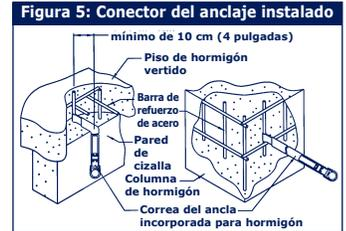

Figura 5: Conector del anclaje instalado
3.2 INSTALACIÓN DEL ANCLA INCORPORADA PARA HORMIGÓN: Los tres modelos de conectores de anclaje se instalan de la misma manera. Seleccione una ubicación para el anclaje que le brinde la mejor seguridad posible al usuario. Una vez que se ha vertido y se ha fraguado una sección de la columna de hormigón o una pared de cizalla, coloque el extremo del bucle del ancla para hormigón sobre una sección expuesta de la barra de refuerzo de acero. La barra de refuerzo de anclaje debe estar por lo menos a 10 cm (4 pulgadas) del lado exterior del hormigón fraguado. Una vez que el ancla para hormigón está en su lugar, se puede continuar con las matrices del piso o de la columna. Para asegurarse del anclaje para hormigón, realice el próximo fraguado y permita que el hormigón se frague. Una vez que se retiran las matrices y el hormigón se ha fraguado, las anclas permanecerán sobre el lado de una columna, o sobre la costura entre la pared de cizalla y el lado inferior del piso. Véase la figura 5.